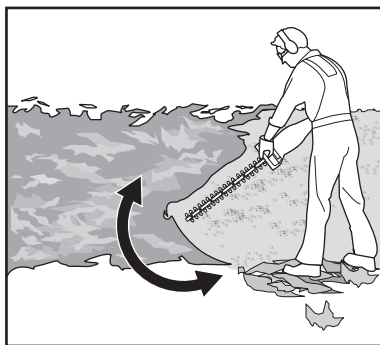

Fig. 7
2. Asegúrese de que la empuñadura trasera (8) queda bloqueada en una de las cinco posiciones predefinidas y no en una posición intermedia.
4. Sujete bien el producto con una mano en la empuñadura delantera (3) y la otra en la empuñadura trasera (8). No utilice la máquina con una sola mano.
6. En primer lugar, corte los laterales de abajo a arriba. De esta manera, evitará que los restos se interpongan en las zonas pendientes de corte (Fig. 7).